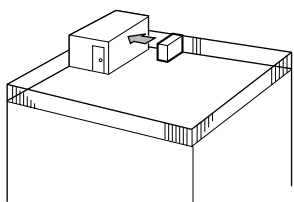

Fig. 3-2
- ① Coloque la salida de aire de frente a la pared más próxima a una distancia de unos 50 cm (19-11/16") de ella. (Fig. 3-2)